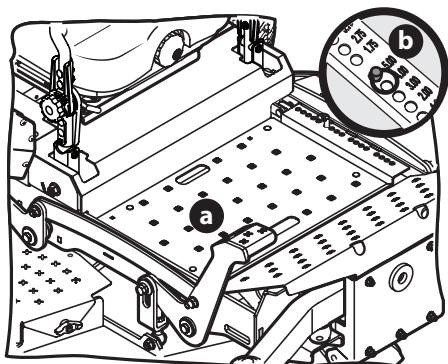

Figure 1
2. Utilisez la pédale de levage du plateau de coupe (a) pour lever le plateau de coupe à sa position la plus haute et fixez-le à l'aide de l'axe de chape (b) fixé à la tondeuse (Figure 1).